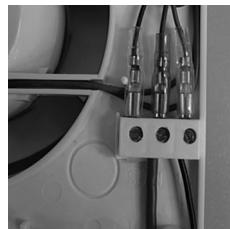

рис.2
- Подключить нулевой провод на клемму N вентилятора (рис. 2).